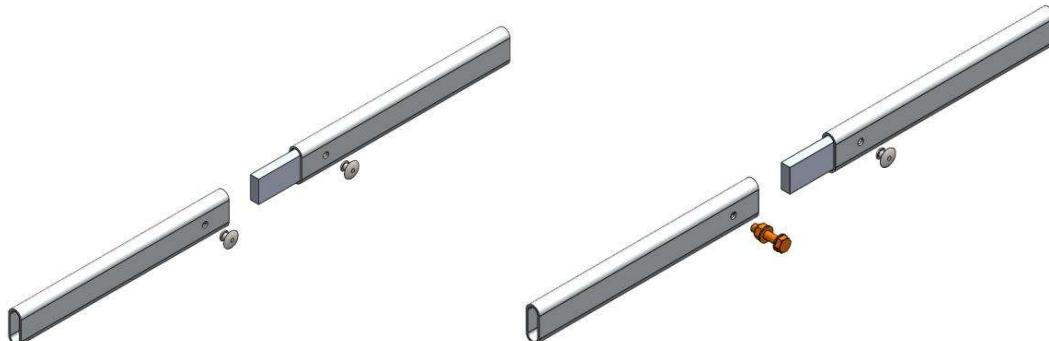

Figuur 6
- Als een ladder langer is dan de extrusie van de ladder (zie figuur 6) of als het transport naar locatie in kleinere secties aangeleverd moeten worden, wordt er een ladderdeling gebruikt.
- Als een ladder langer is dan de extrusie van de ovaal (zie figuur 6) of als het transport naar locatie in kleinere secties aangeleverd moeten worden, wordt er een kooidelings gebruikt.